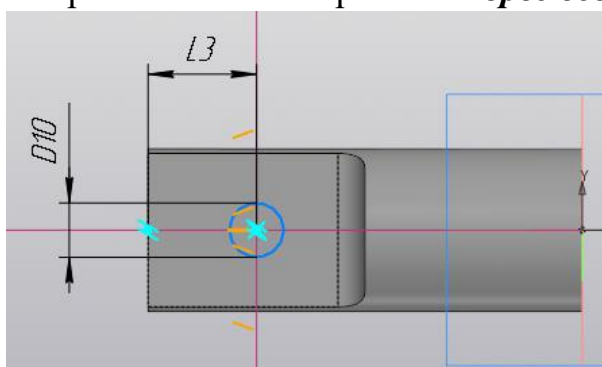

Рисунок 138.
9. На расстояние размера **L3** выполните окружность радиуса **D9** согласно вашему варианту (рисунок 138)..